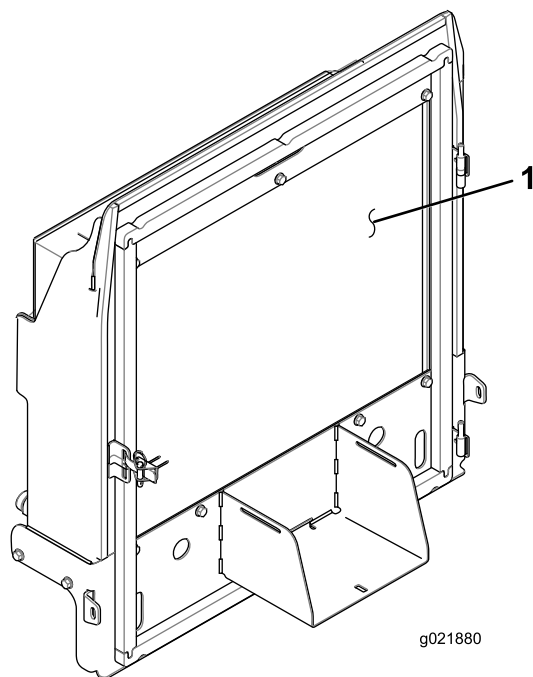

Figura 82
4. Pulite accuratamente entrambi i lati del radiatore/refrigeratore dell'olio utilizzando aria compressa (Figura 82).